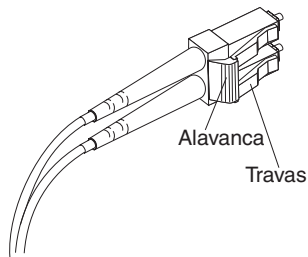

Figura 27. Alavanca e Travas do Cabo Fibre Channel LC-LC
1. Na extremidade do cabo que se conecta à extremidade do conector LC do adaptador do cabo LC-SC, mantenha pressionada a alavanca para soltar as travas. A Figura 27 mostra o local da alavanca e das travas.